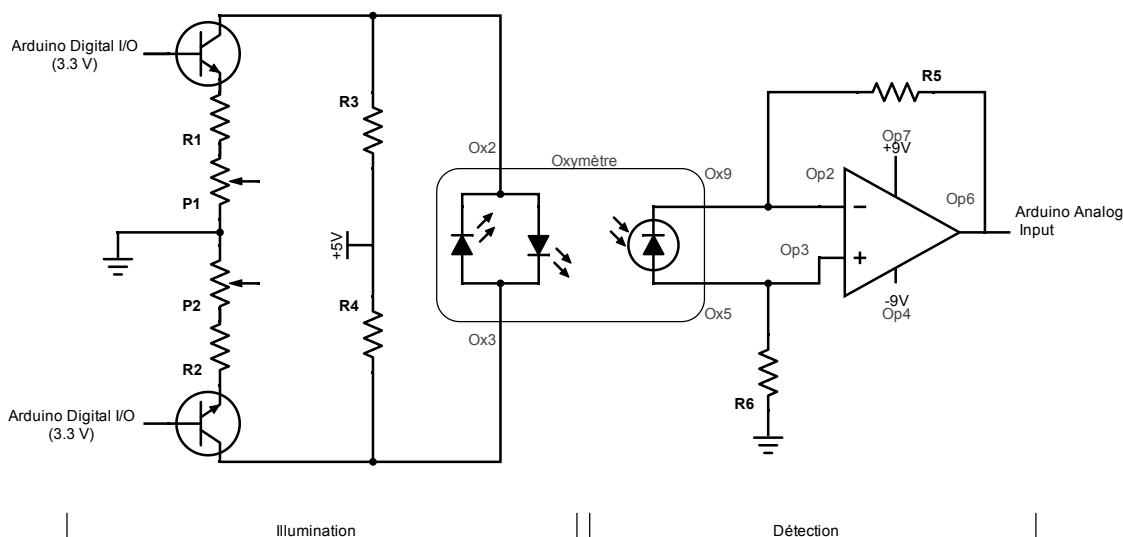
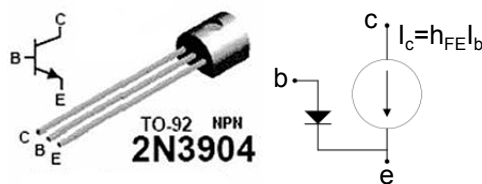

FIGURE 4 – Schéma du circuit électronique final permettant de gérer l'alimentation de l'oxymètre et la mesure des signaux.
FIGURE 8 – Le transistor 2N3904
Le montage d'oxymétrie que vous utiliserez est composé d'une sonde, d'un circuit d'illumination, un circuit de détection et d'un bloc d'acquisition. Les données sont acquises à l'aide de la carte Arduino. Le circuit final est disponible à la figure 4. Les valeurs des résistances se trouvent dans le tableau suivant :
de la sonde. Les broches sont identifiées par Ox2 et Ox3 sur le circuit de la figure 4. Vous devrez construire ce circuit plus tard. Notez que ces DELs sont plus efficaces lorsqu’on les fait clignoter rapidement et qu’on les fait travailler seulement le tiers du temps².
c (voir figure 8). Le modèle le plus simple pour un transistor est celui d'une valve limitant le courant au collecteur I_c et contrôlé par le courant à la base I_b . Lorsqu'on dépasse une certaine valeur de courant I_b , le transistor sera considéré comme complètement ouvert, c'est-à-dire que la résistance entre le collecteur et l'émetteur est considérée comme nulle. Autrement, les courants I_c et I_e seront régis par l'équation suivante :
où h_{FE} est le gain du transistor. Notez qu'à la figure 4, on désigne le transistor par 2N3904, la broche de l'émetteur est représentée par une flèche, la base par une ligne verticale, l'autre broche est le collecteur (voir aussi figure 8).
Reproduisez le circuit de la dernière séance de manière à alimenter la DEL infrarouge. Ultime-ment, vous pourrez joindre vos deux circuits d'alimentation des deux DELs de manière à obtenir le même circuit que celui représenté dans la partie de gauche de la figure 4.
Note : les valeurs des résistances du tableau de la figure 4 sont des suggestions pour vous aider à débiter votre circuit. Vous pouvez modifier les résistances au besoin pour peaufiner votre circuit.
1. Faites le circuit complet montré à la figure 4 mais connectez la sortie de l'amplificateur à l'oscilloscope.